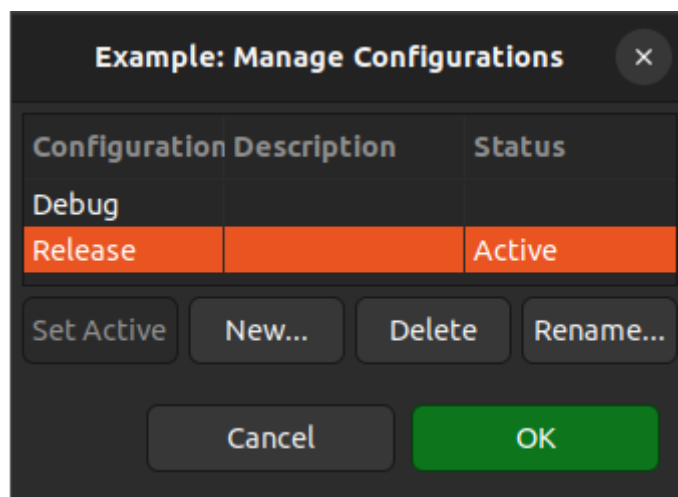

Рисунок 35. Меню управления конфигурацией
3. В «Configuration» выбрать «Release [Active]» (Рисунок 35);